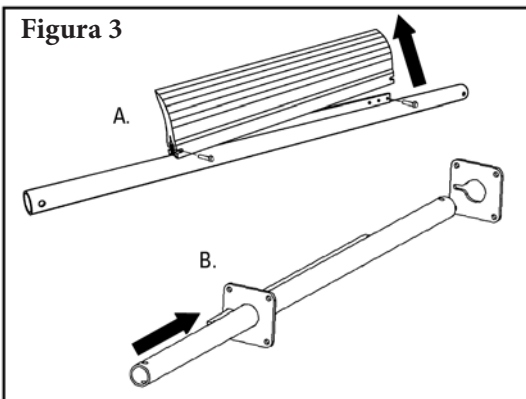

Figura 3
4. **Instale el eje.** Retire los seguros de la hoja y las hojas del eje e inserte el eje entre las placas de montaje (Figura 3).